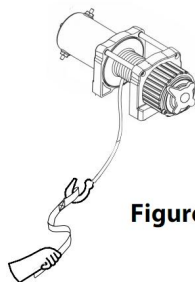

Figure 2
9. **Gebruik ALTIJD de handgreep bij het geleiden van de staalkabel** (zie afbeelding 2).